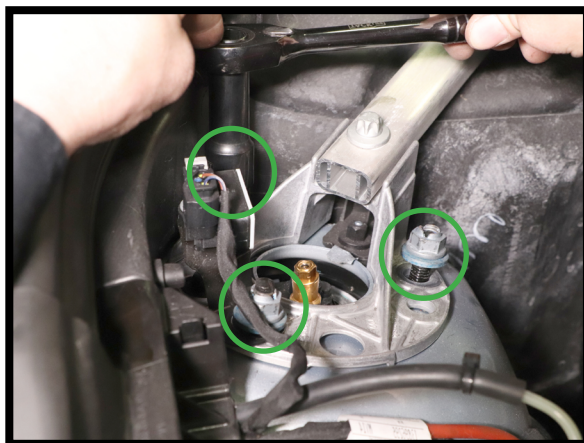

图18
2. 安装支柱的三(3)个顶部安装螺母。按照制造商的规范拧紧。(图18)